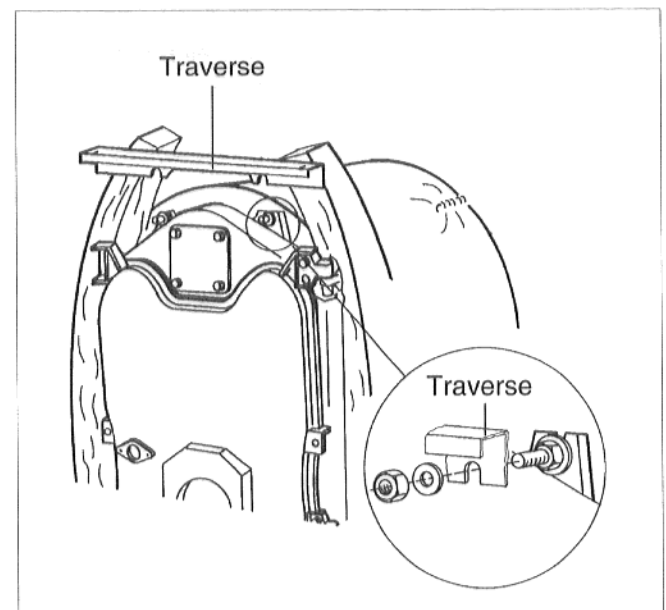

Abb. 20
- Zum Befestigen der Traverse vorne oben ist von den oberen Ankerstangen jeweils die erste Mutter zu lösen (Abb. 20).
- Langloch der Traverse links und rechts hinter die erste Unterlegscheibe auf den oberen Ankerstangen schieben und die Muttern anziehen (Abb. 20).